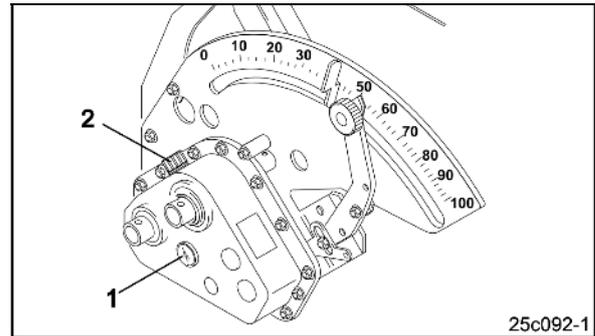

Fig. 136
1. Colocar un recipiente adecuado debajo del tornillo de purgado (Fig. 136/1) (capacidad volumétrica mínima 35 litros).